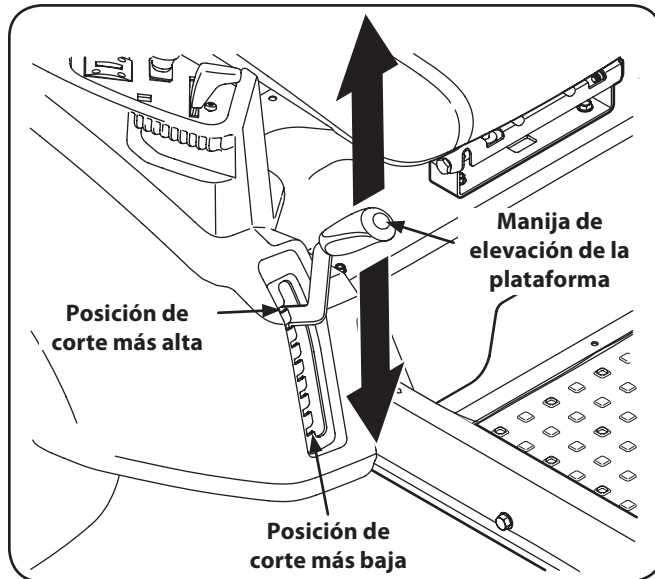

Figura 7-3
2. Usando la manija de elevación de la plataforma, levante la plataforma a la posición que le ofrece mayor recorrido horizontal de la correa entre las poleas locas de la plataforma y la polea de la potencia de arranque en la base del motor. Consulte la Figura 7-3.
6. Baje la plataforma hasta la posición más baja usando la manija de elevación de la plataforma. Consulte la Figura 7-3.
- Ubique la manija de elevación de la plataforma en la posición de corte más elevada. Vea la Figura 7-3.